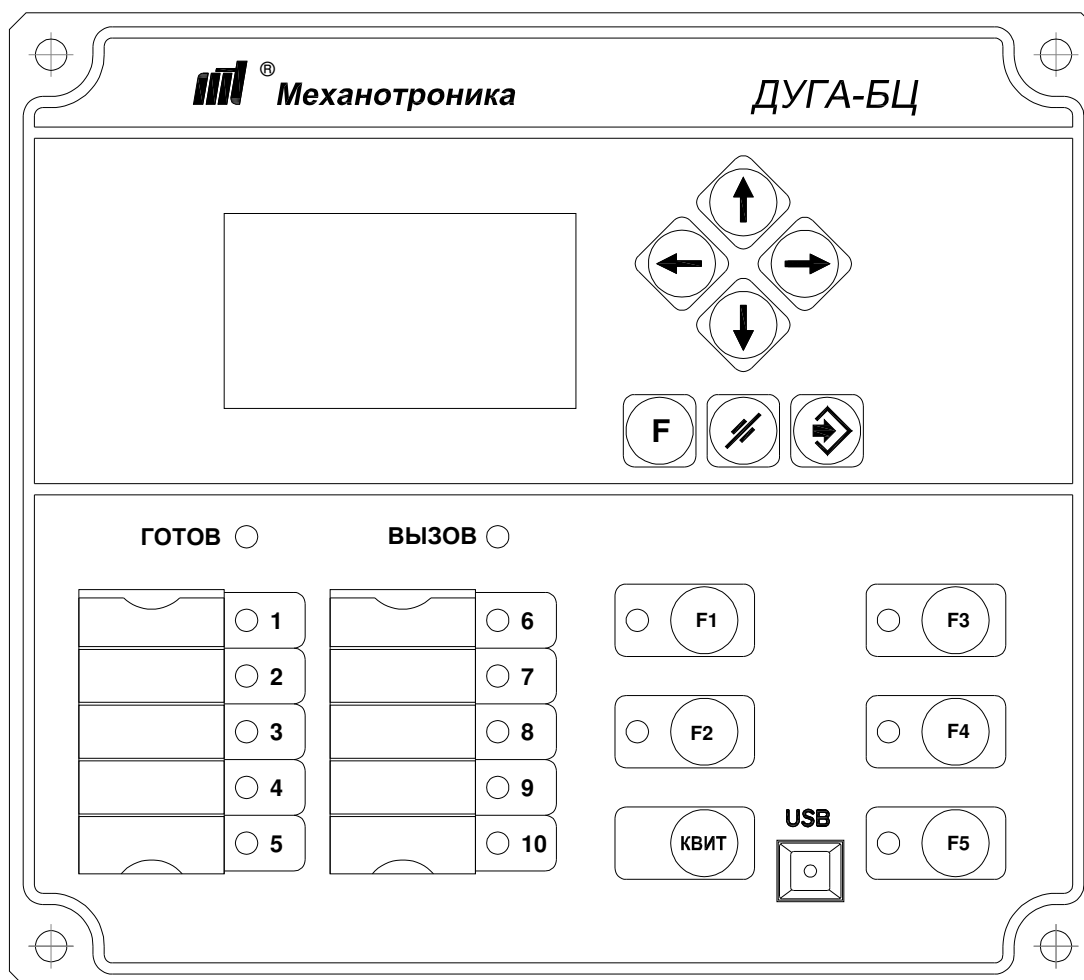

Рисунок 2 - Пример лицевой панели
1.6.1.5.4 Пульт содержит (см. рисунок 2):